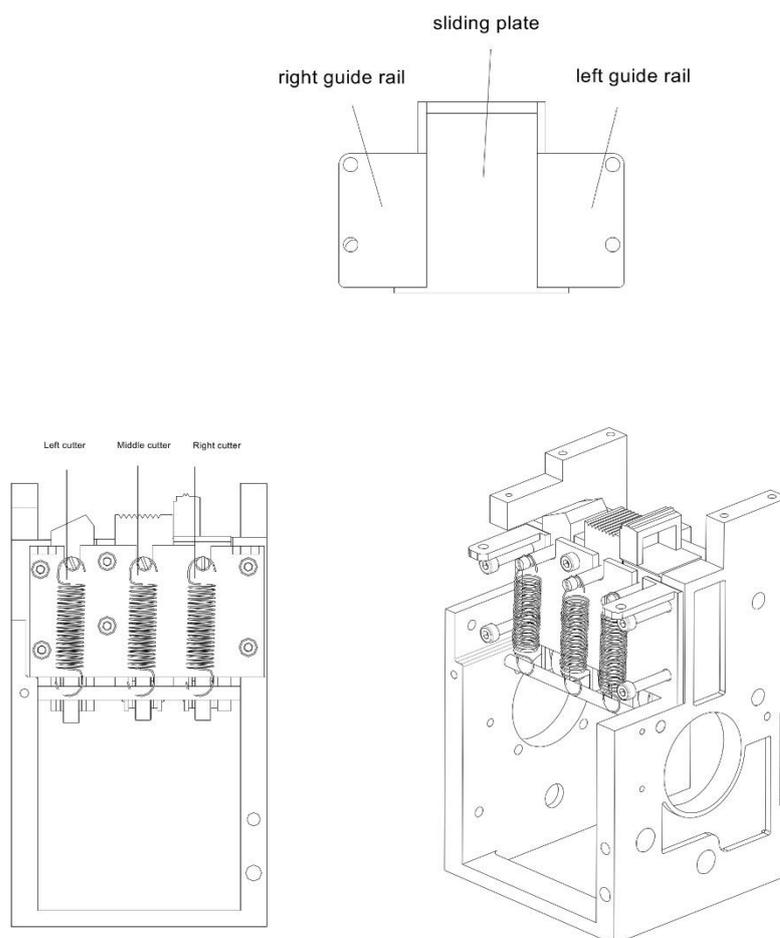

Рис. 3-4
- ① Пластина скольжения, левый, средний и правый ножи (см. Рис. 3-4) должны ежемесячно смазываться маслом.
- ② Место с валом и сердечником следует смазывать маслом один раз в 3 месяца.
- ③ Моторное масло в редукторе замедлителя следует доливать один раз в год.
- ④ Обратите внимание, что следующие детали нельзя смазывать маслом:
① Скользящая пластина: (см. Рис. 3-4). Между скользящей пластиной левая направляющая и правая направляющая должны точно соответствовать друг другу, а переднее движение скользящей пластины должно быть плавным. Поэтому эта позиция особенно нуждается в чистке и уходе. Процедура очистки сводится к следующему:
② Что касается левого среднего и правого ножей, все они должны плавно двигаться вверх и вниз у основания камеры, иначе машина не сможет нормально работать. Поэтому очистка и техническое обслуживание очень важны. Метод заключается в следующем: (см. Рис. 3-4).